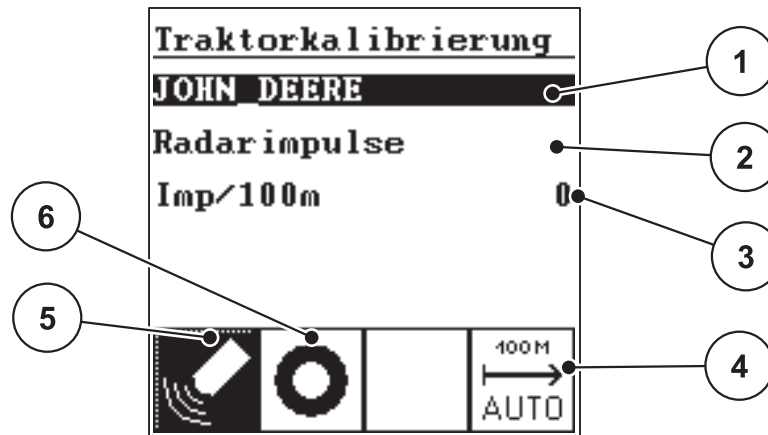

Bild 4.23: Untermenü Traktorkalibrierung
9. Drücken Sie die Funktionstaste **F4 (AUTO, Bild 4.23)**.